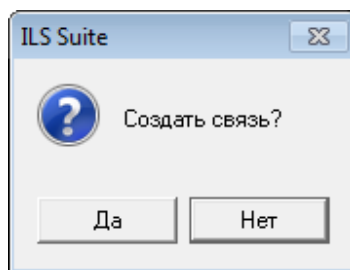

Рис. 14-15 – Диалоговое окно
4) Отображается диалоговое окно для подтверждения создания связи (рис. 14-15).